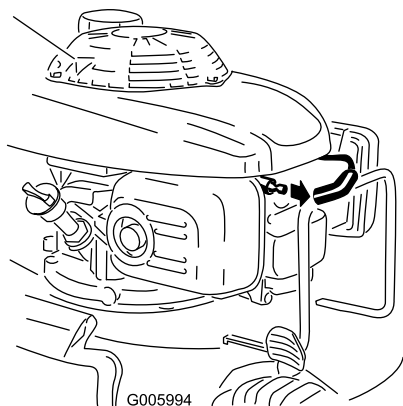

Bild 36
2. Ziehen Sie das Zündkabel von der Zündkerze ab, bevor Sie Wartungsarbeiten ausführen (Bild 36).
2. Klemmen Sie das Zündkabel von der Zündkerze ab (Bild 36).